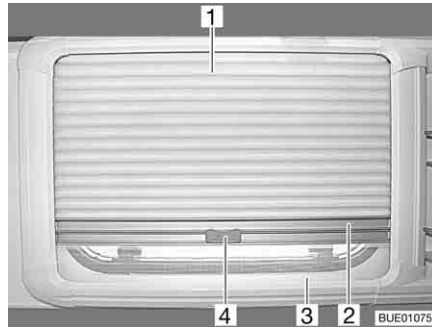

Fig. 53 Fenêtre projetante
- Saisir le dispositif occultant plissé (Fig. 53,1) par le centre de la barre-poignée (Fig. 53,2), le tirer du haut vers le bas et le relâcher à la hauteur voulue. Le dispositif occultant plissé reste alors à cette hauteur.
- Tirer la moustiquaire (Fig. 53,3) par la poignée (Fig. 53,4) vers le haut jusqu'à ce qu'elle entre en contact avec le dispositif occultant plissé (Fig. 53,1).
- Faire basculer la poignée (Fig. 53,4) de la moustiquaire.